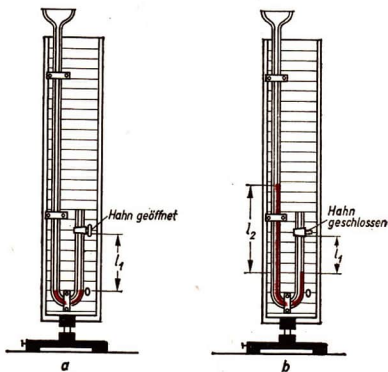

Abb. 31/1. Ungleichschenkliges U-Rohr zum Nachweis des Boyleschen Gesetzes
2. Die Ableitung des Boyleschen Gesetzes. Zunächst soll die *Abhängigkeit des Volumens vom Druck untersucht werden*. Dabei hält man die Temperatur konstant. Das wird bei dem in Abbildung 31/1 wiedergegebenen Versuch weitgehend erreicht. In einem ungleichschenkligen U-Rohr befindet sich eine geringe Menge Quecksilber. Der Querschnitt des Rohres beträgt 1 cm^2 . Da der Hahn geöffnet ist, herrscht in beiden Schenkeln der äußere Luftdruck p_1 . Das Quecksilber steht infolgedessen auf beiden Seiten gleich hoch (Abb. 31/1 a).
Schließt man den Hahn und gießt in den langen Schenkel vorsichtig Quecksilber, so wird die eingeschlossene Luftsäule verkürzt; das Volumen dieser Luftmenge wird kleiner (Abb. 31/1 b). Auf ihr lastet jetzt ein höherer Druck, da das Quecksilber in dem langen Schenkel höher steht. Der Gesamtdruck setzt sich aus dem Luftdruck p_1 und dem der Höhe der Quecksilbersäule l_2 entsprechenden Schwere-